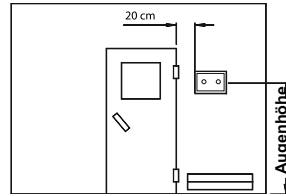
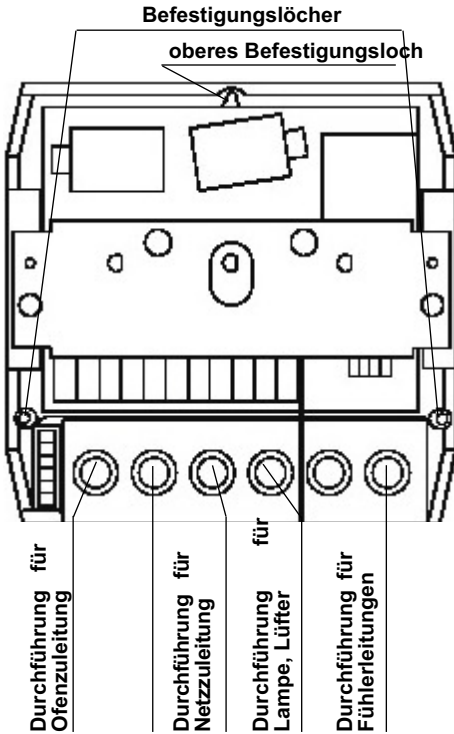

Abb. 3
Abb. 4
sehenen Durchführungen und schrauben Sie das Gehäuseunterteil in den beiden unteren Bohrungen fest an die Kabinenwand. Abb. 4
1. Nehmen Sie die Abdeckung des Steuergerätes ab. Dazu lösen Sie die Befestigungsschrauben unter der Bedienungs-skala. Vergrößern Sie die Löcher für die Durchführungen der Kabel (Abb. 4) mit Hilfe eines geeigneten scharfen Messers. Die Bohrungen  $\varnothing$  3 mm für die mitgelieferten Holzschrauben 4 x 20 mm werden entsprechend den in Abb. 3 + 3.1 angegebenen Maßen angebracht.